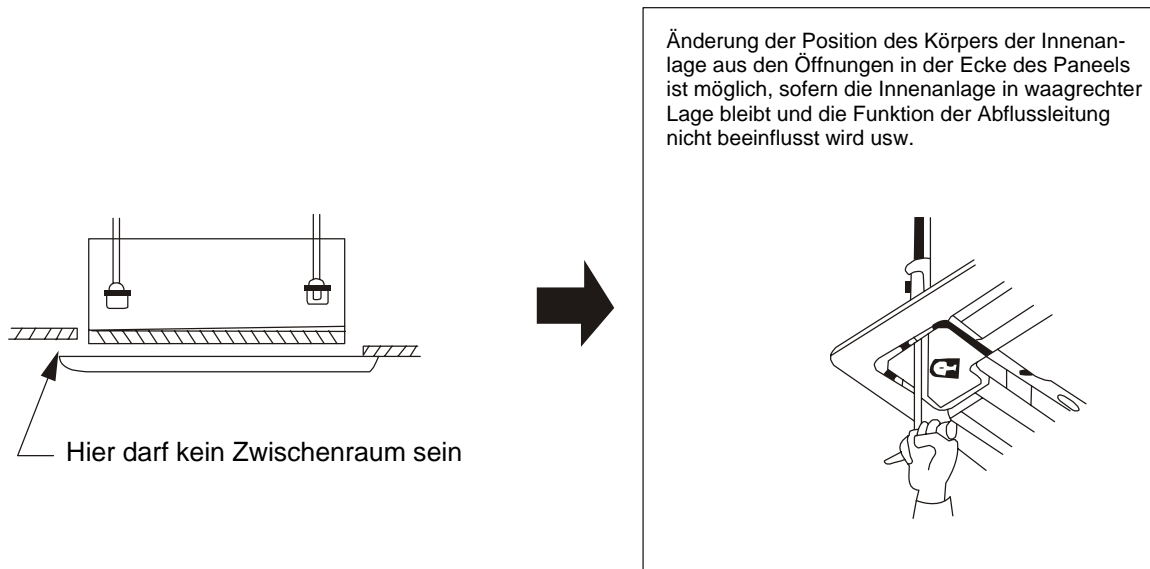

Abb. 6
2. Sofern auch nach Einschrauben der Schrauben zwischen der Decke und dem Paneel ein Zwischenraum bleibt, ändern Sie die Höhe des Körpers der Innenanlage (siehe Abbildung 6).